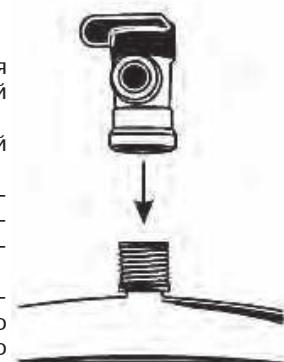

Рис. 11
2. Подсоедините шаровой кран бака к вершине накопительного бака (см. **рис. 11**). Во избежание повреждений крана не прилагайте больших усилий при его установке. Используйте гаечный или разводной ключ.